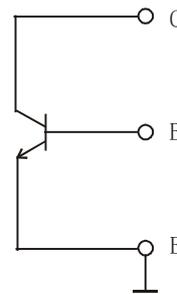
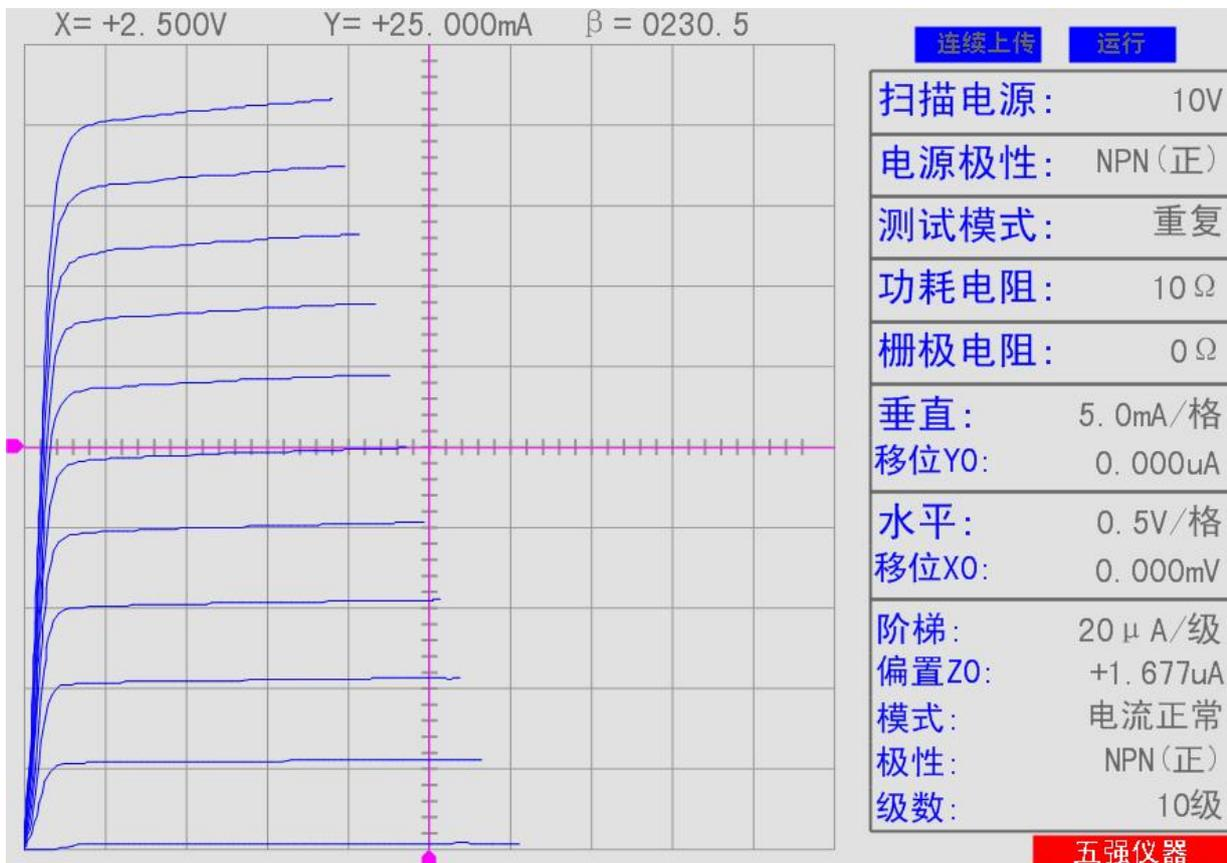

图 18
图 19 2S8050D 曲线及设置参数档位
6.2 NPN 型三极管 2S8050D 连接见图 18，特性曲线见图 19